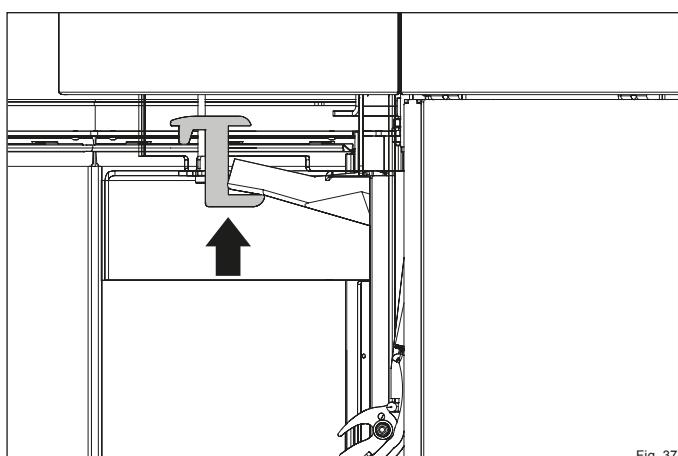

Fig. 37
- Faites glisser le de la pierre thermique vers le haut (Fig. 37).